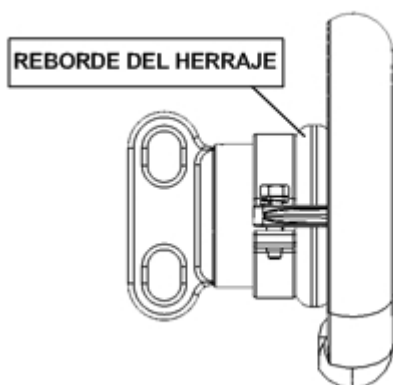
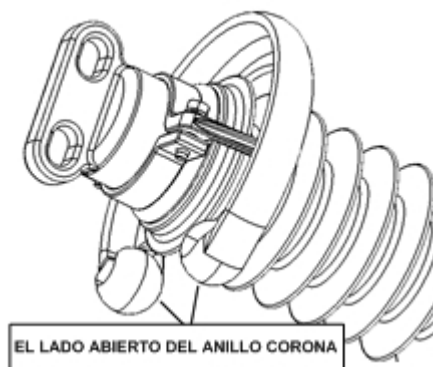

Figura 2 – Fijación Apropia del Anillo Corona al Herraje Terminal
Figura 3 – Anillo Corona Instalado en Aislador Tipo Poste
- B. Colocar la grampa del anillo corona sobre el reborde del herraje terminal ( **Figura 2** ) de manera que el radio interno del anillo rodee las faldas del aislador ( **Figura 3** ). Si el herraje no tiene reborde, colocar la grampa cerca, pero sin tocar la goma del aislador.
- D. **Verificar la orientación del anillo corona.** Para aisladores Tipo Poste, el lado abierto del anillo en el aislador deberá estar mirando hacia abajo ( **Figura 3** ).